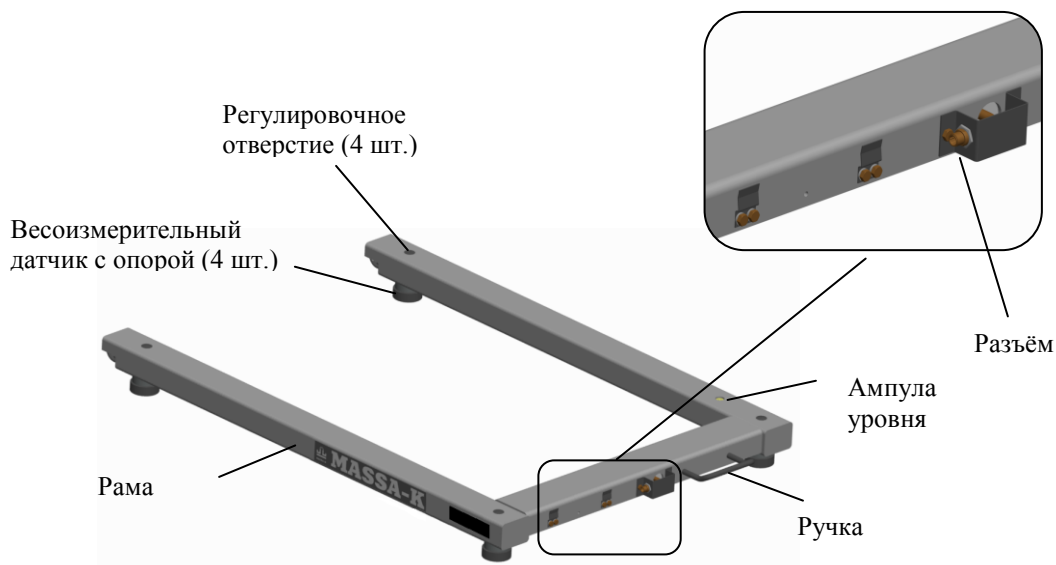

Рис. 7.1 - Модуль взвешивающий 4D-U
7.1.1 Модуль состоит из рамы, на которой установлены четыре цифровых весоизмерительных датчика с опорами (Рис. 7.1).
- 7.2.2 Выньте заглушки из регулировочных отверстий (см. Рис. 7.1). Вкрутите опоры в весоизмерительные датчики. Используя шлицевую отвертку, установите винт каждой из опор вровень с верхней гранью весоизмерительного датчика.